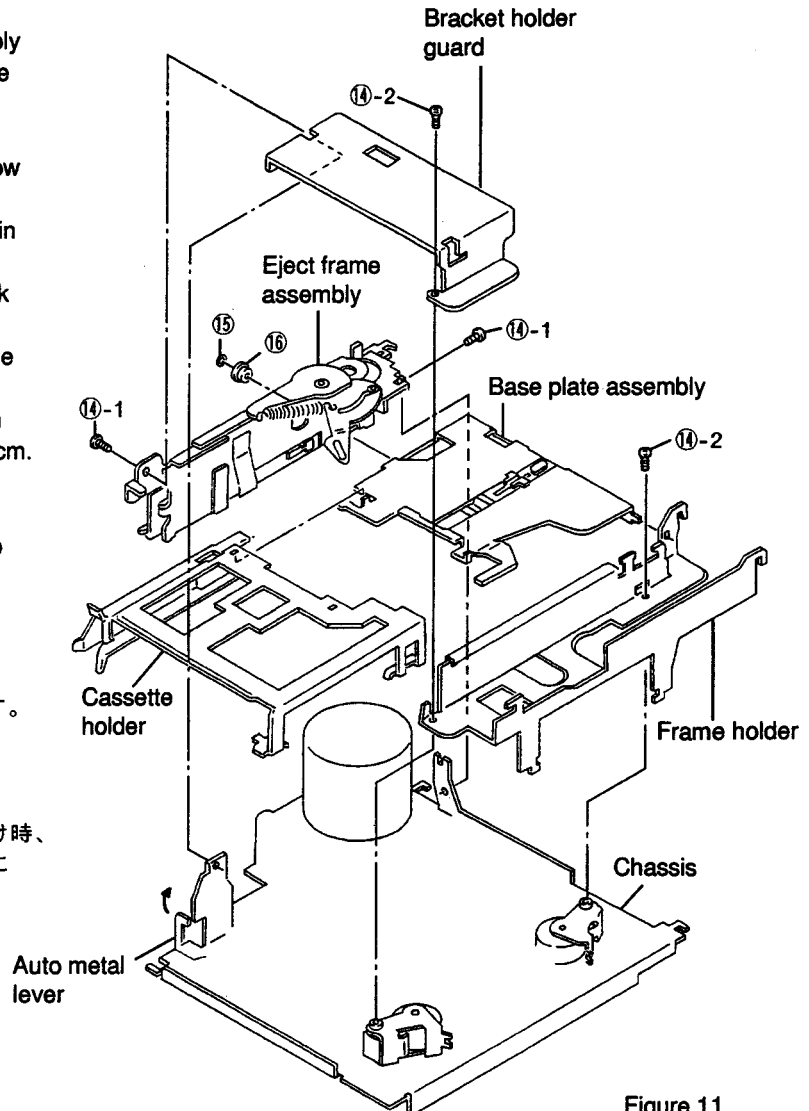
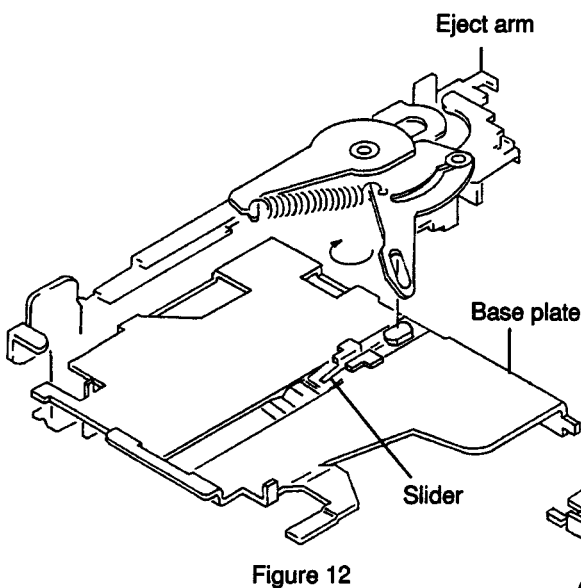

Figure 11
Figure 12
- (1) Remove four screws ⑭ and remove the eject frame assembly and the frame holder as shown in Figure 11.
- (2) Remove M1.2 lock washer ⑮ and plate base roller ⑯ and remove the cassette holder and the base plate assembly as shown in Figure 11.
- (3) Remount them following the removal steps in the reverse order.
(Refer to Figure 12)
- ② When mounting the eject frame assembly, push the auto metal lever in the direction indicated by the arrow in the Figure 11.
- ③ When mounting the base plate assembly and the eject frame assembly, or when mounting the eject frame assembly to the chassis, do not apply excessive force to avoid deformations of the eject arm and the frame.
- ④ Do not reuse the used washers. Take care to avoid damage by piercing and tearing.
- ⑤ Fasten the two screws ⑭-1 with a fastening torque of 6kg.cm. and the two screws ⑭-2 with a fastening torque of 1.5kg.cm.
- (1) 4本のネジ⑭を外し、イジェクトフレーム組立及びフレームホルダーを外します。(図11参照)
- (2) ロックワッシャー⑮ (M1.2) とプレートベースローラー⑯を外し、カセットホルダーとベースプレート組立を外します。(図11参照)
- (3) 分解方法と逆の手順で取り付けます。
- 【注意】 ① カセットホルダーとベースプレート組立を組み立てる際、スライダのシャフトをイジェクトアームに挿入し、図の様に矢印方向に回しながら取り付けます。この時カセットホルダーとベースプレートはカセットインの状態で行うこと。(図12参照)
- ② イジェクトフレーム組立をシャーシに取り付ける際、オートメタルレバーを図の様に矢印方向に押しして下さい。(図11参照)
- ③ ベースプレート組立とイジェクトフレーム組立を取り付ける際、又、シャーシとイジェクトフレーム組立を取り付ける際は、必要以上の力を加えないで下さい。(イジェクトアーム、フレームの変形防止の為)
- ④ 一度使用したワッシャーは、使用しないこと。又、口開き、めくれのないこと。
- ⑤ ネジ⑭-1は6kgcm、⑭-2は1.5kgcmのトルクで締め付けること。